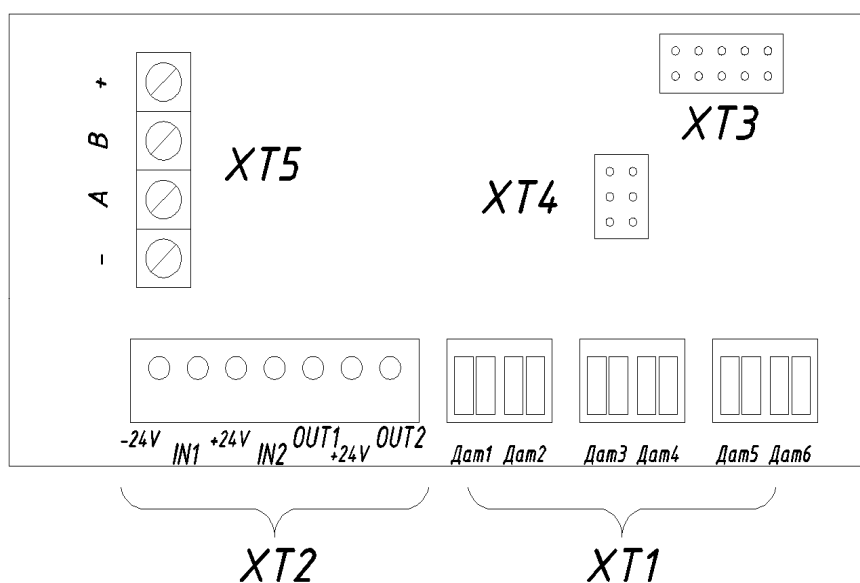

Рисунок 2
3.3. На внутренней панели прибора расположены ряды клеммников для подключения вышеуказанных линий, и пульта индикатора, смотри рисунок 2.